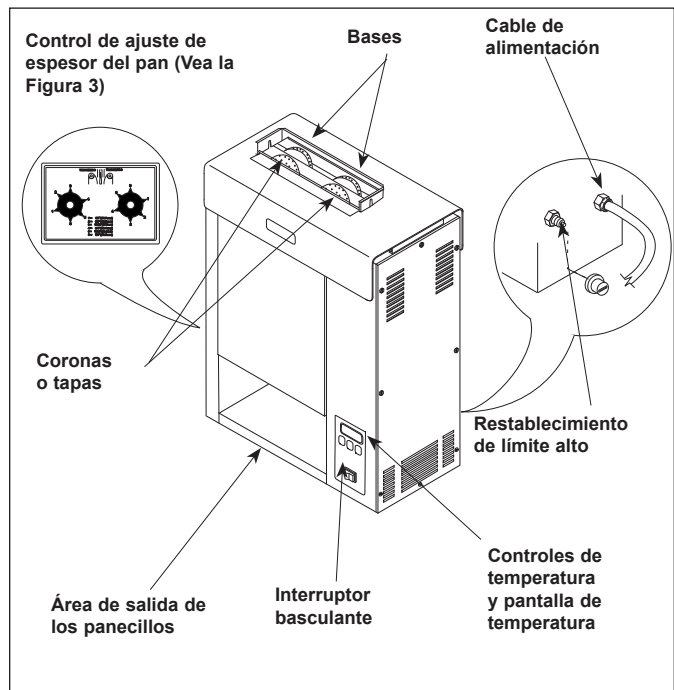

Figura 2. Tostador VCT-2000
2. Encienda el interruptor basculante (encendido On/Off). (Figura 2). Deje que el tostador se caliente unos 30 minutos antes de proceder.
**NOTA:** La pantalla de temperatura (Figura 2) destellará “LO” (bajo) hasta que el tostador llegue a la temperatura operativa prefijada. Cuando el tostador se acerque a la temperatura prefijada de 315°C (600°F), aparecerá “USE” (uso) en la pantalla de temperatura y la unidad queda lista para tostar panes. Si no aparece “USE” (uso) en la ventana después del período de calentamiento de aproximadamente 30 minutos, diríjase a la Agencia de Servicio Autorizado.
3. Ponga las coronas o tapas en la ranura delantera y las bases de los panes en la ranura trasera (Figura 2). Los lados cortados de la base y la corona o tapa de los panes deben quedar enfrentándose.
4. Los panes tostados caerán en el área de salida de panecillos (Figura 2). Las bases se tostan en aproximadamente 8 segundos y las coronas o tapas se tostan en aproximadamente 12 segundos.
El control de límite alto apaga la alimentación eléctrica al calentador y a los circuitos de control si se sobrecalienta la unidad. Para restablecer el control de límite alto, permita tiempo suficiente (10-15 minutos) para que se enfríe la unidad, luego localice el botón de restablecimiento ubicado en la parte posterior de la unidad. Retire la tapa protectora negra, presione el botón de restablecimiento y vuelva a instalar la tapa protectora (Figura 2).